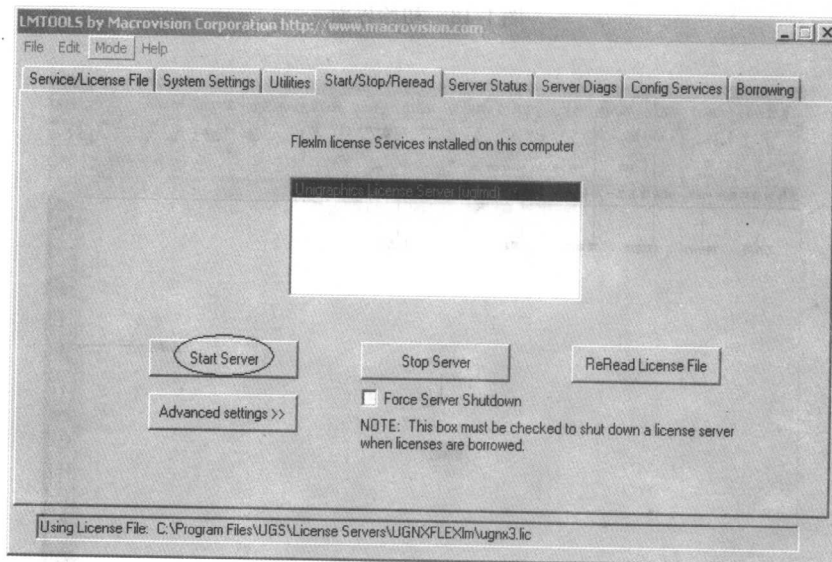

图 1-17 启动服务程序
(20) 然后点击“Start Server”,服务程序启动完毕,就可以运行 UGNX4.0 了,如图1-17所示。